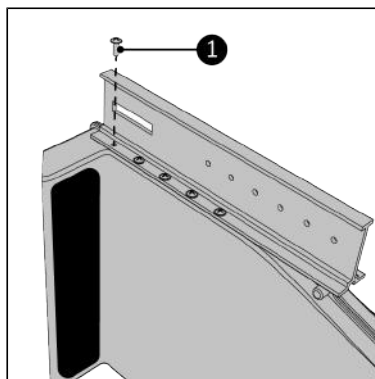

Figure 192.
6. Vissez le rail principal sur le Way-out au moyen des dix vis de 3,5 x 10 mm (Figure 192, pos. 1). Assurez-vous que tous les trous de vis correspondent.